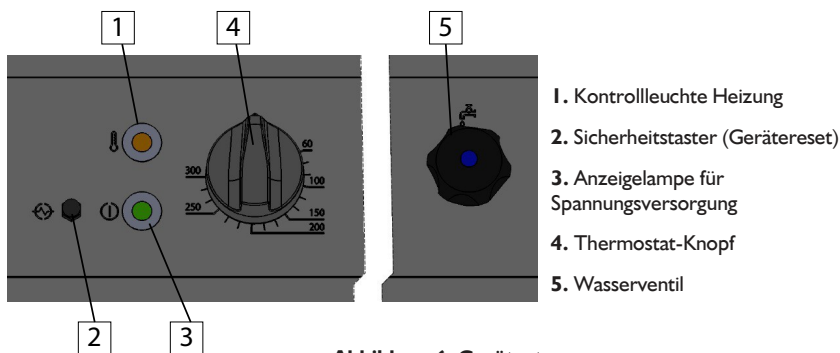

Abbildung 6: Gerätesteuerung
- Um die Schale mit Wasser zu füllen - öffnen Sie den Deckel und benutzen Sie das Handrad (Abb. 6, Pos. 5), das sich auf der Frontplatte befindet
- **stellen Sie die Temperatur mit dem Drehknopf auf 150-180 °C ein (zum Aufheizen der Schüssel auf diese Temp- die Kontrollleuchte (Abb. 6 Pos. 1) erlischt.**
- **Bevor Sie das Gerät erneut starten, geben Sie eine geeignete Menge Fett in den Behälter und wählen Sie den gewünschten Temperaturwert. Durch Ausstattung des Geräts mit einem Temperaturregler (Abb. 6 Pos. 4)**
- **Die Pfanne ist mit einer Sicherheitsfunktion ausgestattet, die automatisch die Stromzufuhr unterbricht, wenn wenn das Gerät die Nennbetriebstemperatur überschreitet. Drücken Sie nach Beseitigung der Störungsursache den Sicherheitstaster (Abb. 6 Pos. 2).**